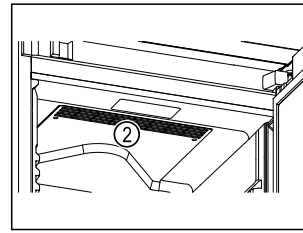

Fig. 65
- ❑ No obstruir la ranura de ventilación Fig. 65 (2) del ventilador de recirculación de aire del interior.